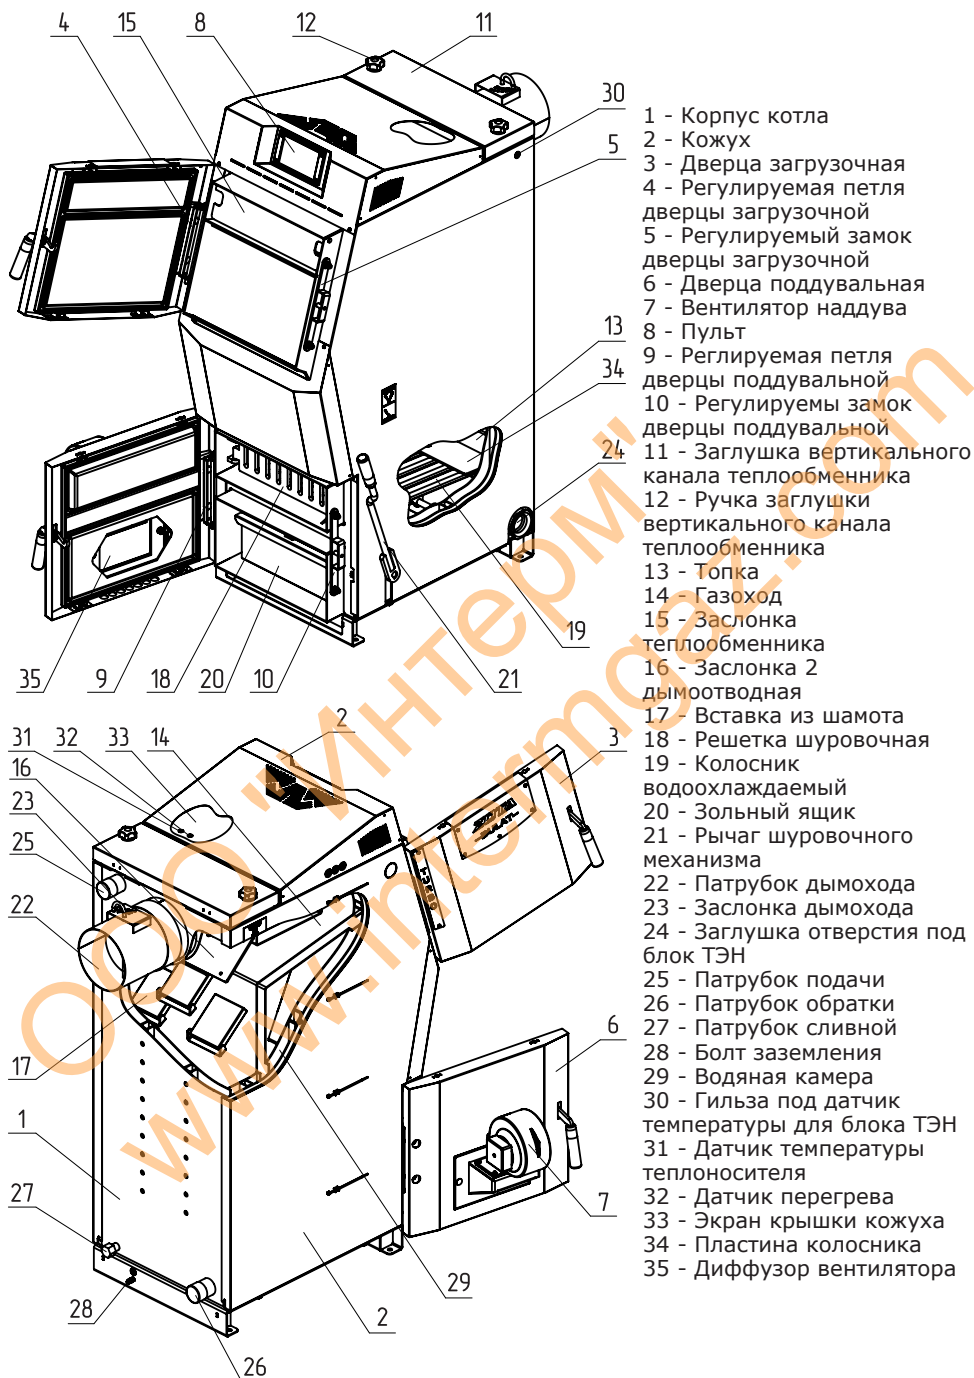

Рис.1 Конструкция отопительного котла
4.5.10. Эксплуатация котла без зольного ящика (Рис.1 поз.20).
5.1. Котел (Рис.1) состоит из корпуса (поз. 1), топки (поз.13), патрубка дымохода (поз.22). В нижней части топки находятся водоохлаждаемые колосники (поз. 19) и зольный ящик (поз.20).
Внимание! Не допускается эксплуатация котла без установленного зольного ящика (Рис.1 поз.20). Эксплуатация котла без установленного зольного ящика приводит к прогоранию и деформации водонеохлаждаемых поверхностей котла. В случае нарушений условий эксплуатации котла рекламации не принимаются.
Внимание! Не допускается эксплуатация котла без установленной шуровочной решетки (Рис.1 поз.18). Отсутствие шуровочной решетки может привести к повреждению лакокрасочного покрытия и прогару поддувальной двери. В случае нарушений условий эксплуатации котла рекламации не принимаются.
5.3. В корпус котла вмонтировано рычажное шуровочное устройство с приводом от рычага (Рис.1 поз.21), предназначенное для удаления золы с колосниковой решетки.
Внимание! Не допускается эксплуатация котла без установленной заслонки (Рис.1 поз.15). Эксплуатация котла без установленной заслонки приводит к прогоранию и деформации водонехолаждаемых поверхностей котла. Котел не выходит на номинальную мощность. В случае нарушений условий эксплуатации котла рекламации не принимаются.
• Откройте заглушку вертикального канала теплообменника (Рис.1 поз.11) и уберите заслонку 2 дымоотводную (Рис.1 поз.16);
- После установки шамотных кирпичей установите заслонку 2 дымоотводную (Рис.1 поз.16) и заглушку вертикального теплообменника (Рис.1 поз.11).